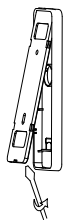

Fig. 1
1. Séparez les deux moitiés du support en soulevant une moitié vers le haut à l'aide d'un petit tournevis (fig. 1)